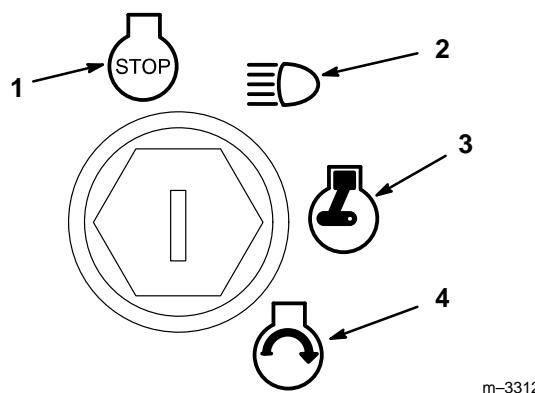

Figure 15
5. Tourner la clé de contact dans le sens des aiguilles d'une montre jusqu'en position de MARCHE (Fig. 15). Le voyant de bougie de préchauffage doit s'allumer.
3. Tourner la clé de contact sur ARRET (Fig. 15).